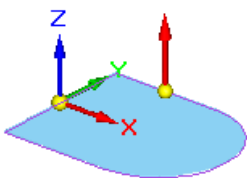
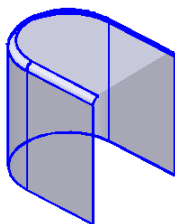

图 8.1.4 定义材料方向
图 8.1.5 轮廓弯边特征 1
(3) 定义材料厚度及方向。在命令条中单击“厚度步骤”按钮定义材料厚度，在“厚度”文本框中输入值 0.1，并将材料加厚方向调整至图 8.1.4 所示的位置后单击。
(4) 单击命令条中的“完成”按钮，完成特征的创建。
Step3. 创建图 8.1.5 所示的轮廓弯边特征 1。